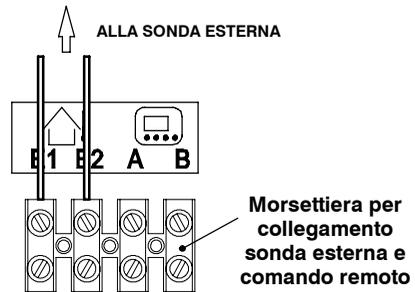

fig. 5.22
- Collegare ai morsetti E1 e E2 della morsetteria i due conduttori elettrici come indicato in fig. 5.22